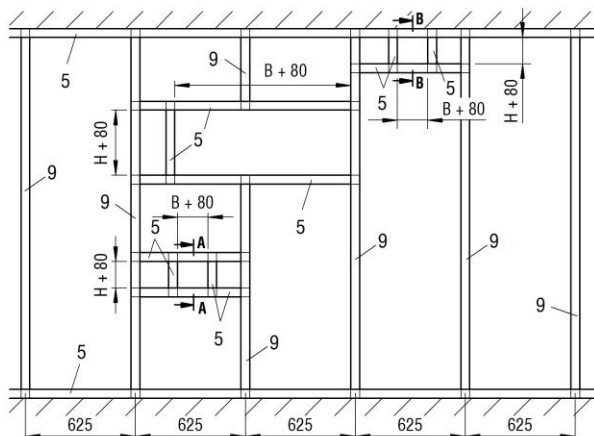

Abbildung 15: Metallständerwerk mit erforderlichen Auswechslungen (gültig nur für Wandstärke = 100 mm)
- Metallständerwerk und Wand gemäß den Angaben des Wandherstellers herstellen und Auswechslungen entsprechend der Abbildung 15 vorsehen.
- Metallständerwerk und Wand gemäß den Angaben des Wandherstellers herstellen und Auswehlungen entsprechend der Abbildung 15 vorsehen.
- Metallständerwerk und Wand gemäß den Angaben des Wandherstellers herstellen und Auswechslungen entsprechend der Abbildung 15 vorsehen. Vor der Anbringung des für den umlaufenden Metallprofilrahmen notwendigen UW-Profiles (Pos. 5) im Deckenbereich ist gemäß den Angaben des Wandherstellers ein Mineralwollestreifen ca. 50x40 mm (Pos. 4) in das UW-Profil an der Decke einzubringen.